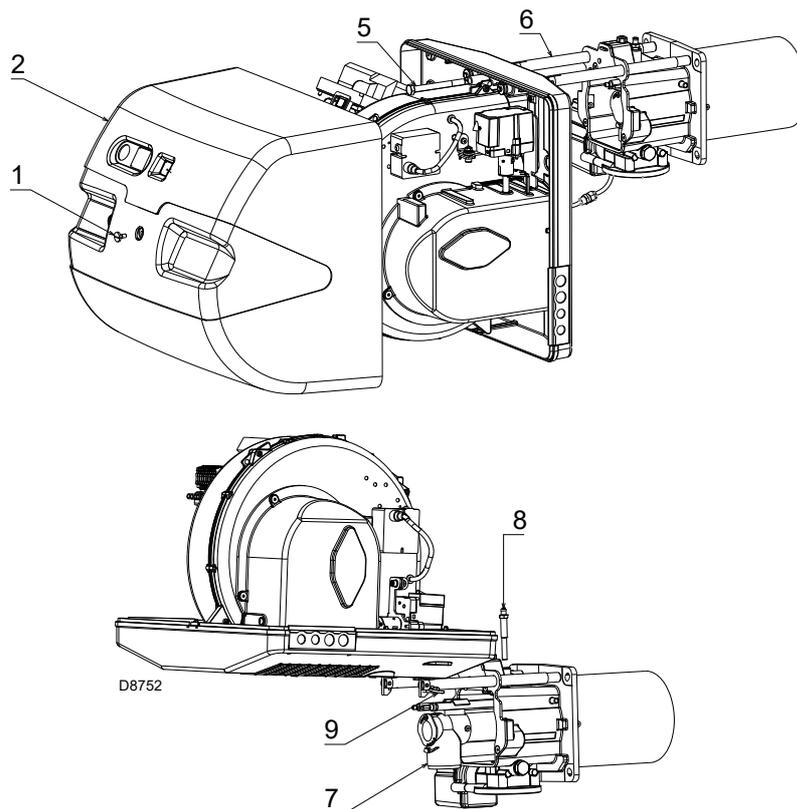

Abb. 39
Prüfen Sie, dass die Gasaustrittsöffnungen für die Zündphase im Verteiler des Flammkopfes von Verschmutzungen oder Rostablagerungen frei sind. Im Zweifelsfalle die Krümmung (Abb. 39 auf Seite 52) ausbauen.
- Die Schrauben 1)(Abb. 39) lockern und die Haube 2) abnehmen;
- Die Schraube 5)(Abb. 39) und den Splint 9) entfernen sowie den Brenner auf den Führungen 3) um etwa 100 mm zurückschieben.
- Den Splint 9)(Abb. 39) herausziehen und den Brenner bis 100 mm zur Muffe schieben
- die Schraube 5)(Abb. 39) und den Splint 9) wieder anbringen sowie die Kabel von Fühler und Elektrode vorsichtig nach außen ziehen, bis sie leicht gespannt sind.